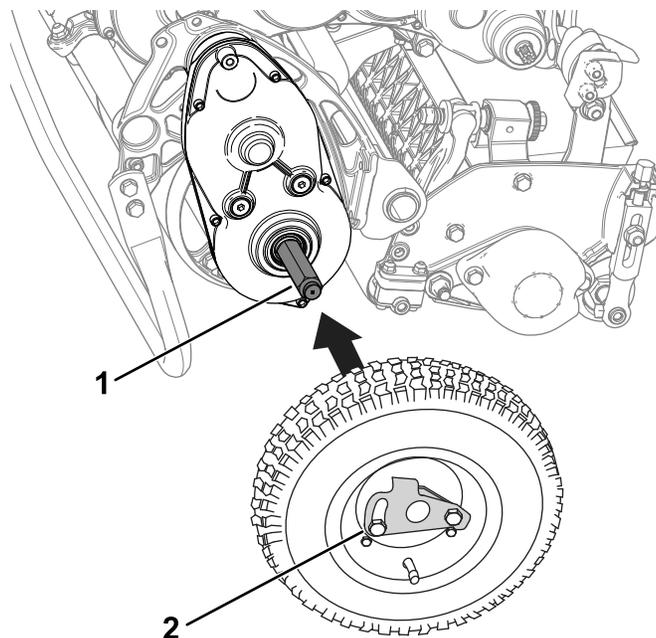

Figura 23
2. Deslice una rueda sobre un eje (Figura 23).
3. Gire el clip de retención de la rueda (Figura 23) alejándolo del centro de la rueda, dejando que esta entre más en el eje.